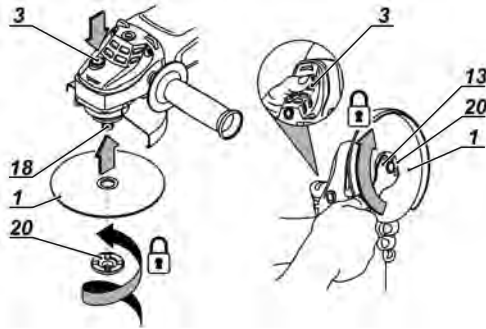

Fig. 8 – Troca do disco
- 6 - Coloque a porca (20) no eixo e aperte-a com a chave (13), Fig. 8;